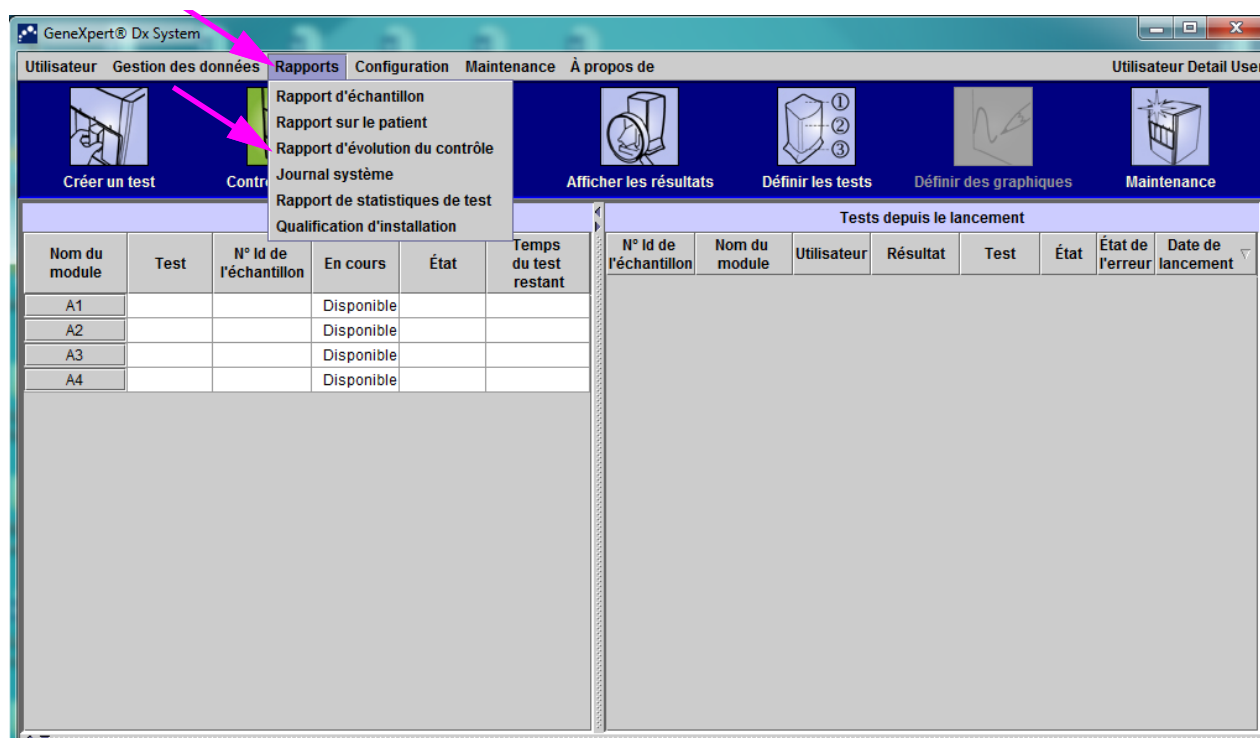

Figure 6-1. Écran du GeneXpert Dx System affichant le menu Rapports
1. Dans la fenêtre du GeneXpert Dx System sur le menu **Rapports**, cliquez sur **Rapport d'évolution du contrôle** (cf. Figure 6-1). La boîte de dialogue Rapport d'évolution du contrôle s'affiche. Consultez la Figure 6-2.